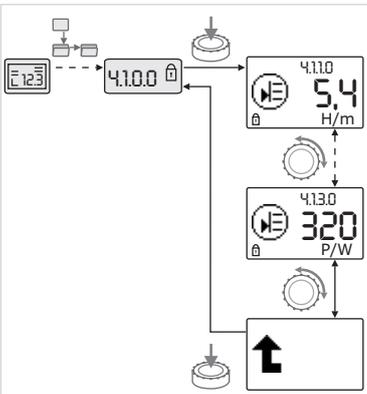

Fig. 41: solicitud de información
- Girando el botón rojo se accede a elementos de menú del tipo "Información" del submenú actual (véase la Fig. 41). Para obtener una explicación de los ajustes representados por símbolos, véase la tabla del capítulo 8.7 "Referencia de elementos de menú" en la página 34.